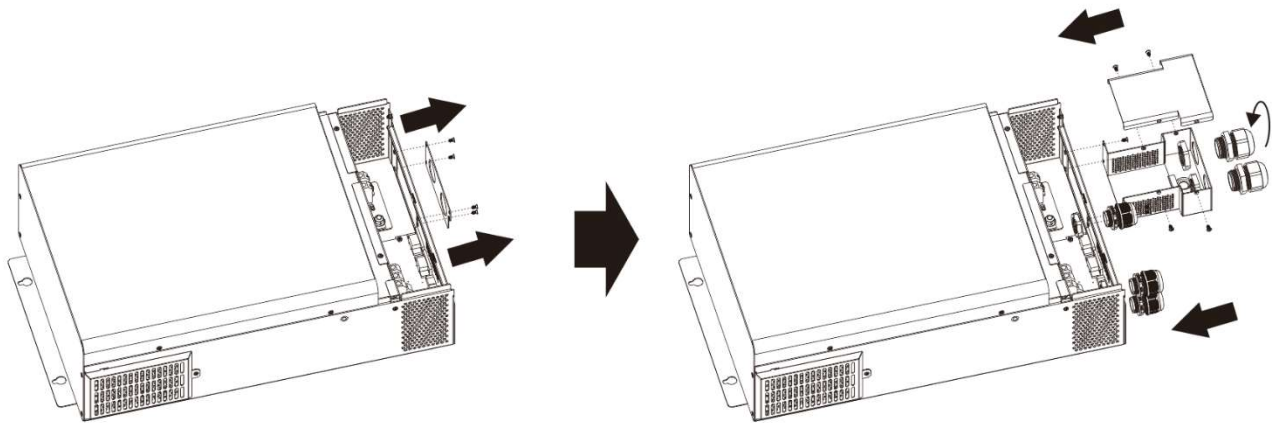

Abb. 3: Installation von Kabelverschraubungen und Batterieverdrahtungs-Erweiterungsbox
1. Frontplatte Entfernen, indem Sie 4 die Schrauben entfernen (**Abb. 3**, links).
2. Montieren Sie die Batterieverdrahtungs-Erweiterungsbox und befestigen Sie sie mit Schrauben an der Stelle der Frontplatte (**Abb. 3**, rechts).
3. Installieren Sie die 5 mitgelieferten Kabelverschraubungen (**Abb. 3**, rechts).